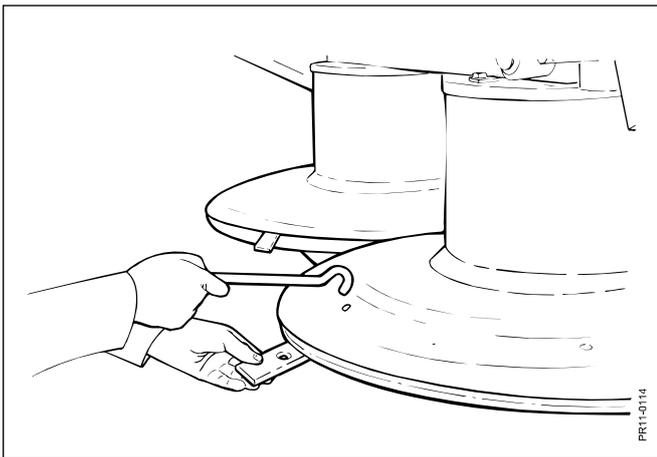

Fig. 5-11
**Fig. 5-11** Bei Messerwechsel wird das Werkzeug für Messerwechsel durch das Loch in der Rotorplatte eingesetzt, eine halbe Runde gedreht und dann und mit einem Zug gegen Sie, um das Messer freizumachen.